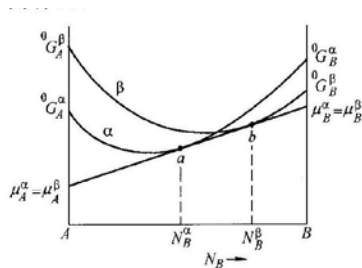

图 1
2、根据图 1 所示自由能—成分曲线说明，公切线将成分范围分成三个区域。每个区域内哪些相稳定？为什么？（15 分）